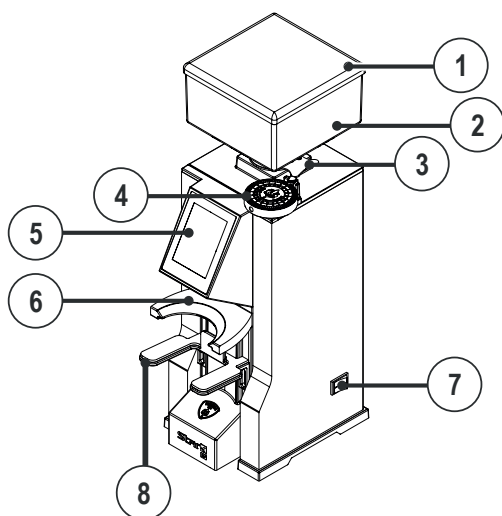

Fig. 5.1 - 기기 설명
기기 부품은 Fig. 5.1에서 확인할 수 있습니다.
- 스위치를 ON 위치로 전환하세요(7 - Fig. 5.1).